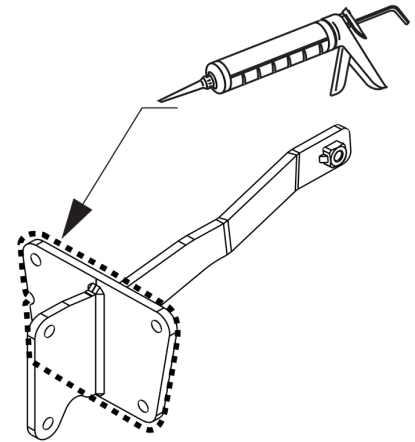

Fig. 3
6. Герметизировать обозначенные части (см. рис. 3)